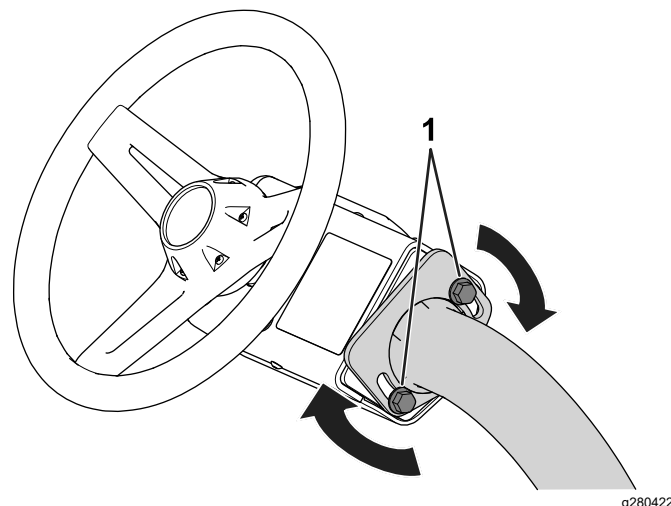

Figure 34
1. Desserrez les boulons (Figure 34) qui fixent le volant au bras de direction.
3. Resserrez les boulons (Figure 34) pour bloquer le volant à la position choisie.